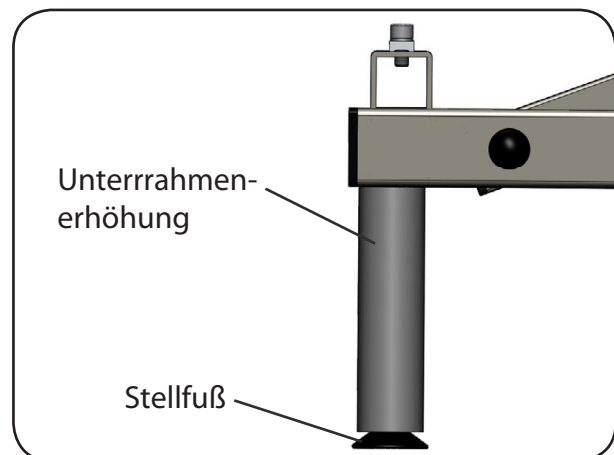

Abb. 6.8.03 - B4c mit Einsteckfüßen
7. Drehen Sie die vier Unterrahmenerhöhungen inkl. Stellfüße in den Unterrahmen (Abbildung 6.8.03).